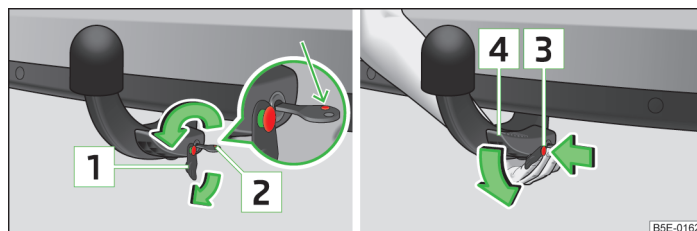

Fig. 146 Deblocarea manetei de operare a tijei cuplei / slăbiți tija cuplei
- Scoateți capacul **1** » fig. 146 de pe încuietoarea tijei cuplei în sensul săgeții.